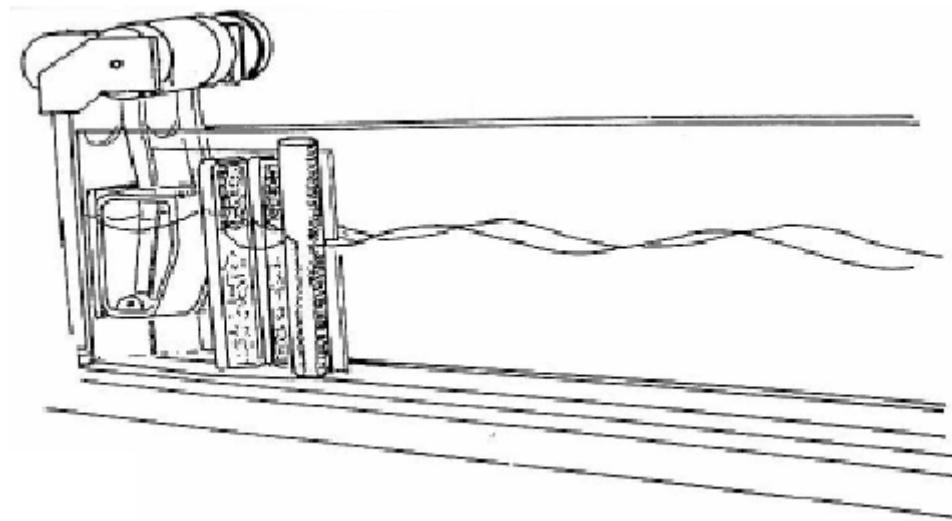

Fig. 3 Superposición de olas de la misma fase
- Despues de la entrada de las olas se determina su amplitud (Fig. 3).